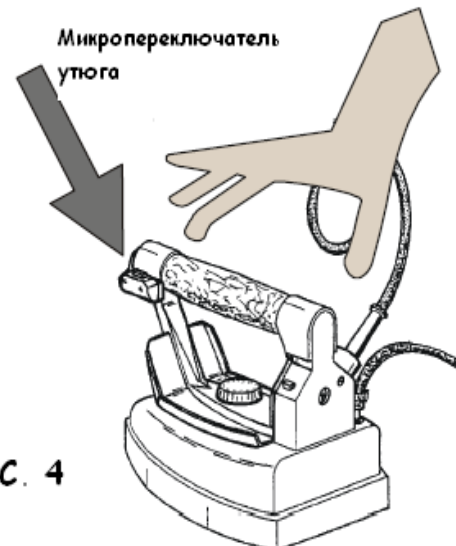

РИС. 4
5. Нажмите 3-4 раза на красную кнопку микропереключателя на утюге (рис.4), так что пар начал выходить: данная операция должна осуществляться для разогрева труб внутри утюга. Таким образом вы предотвращаете возникновение мелких капель конденсата внутри утюга.
микрореле для пара на утюге (рис.4). А для наилучшего результата, переключите термостат утюга в положение «Cotton».